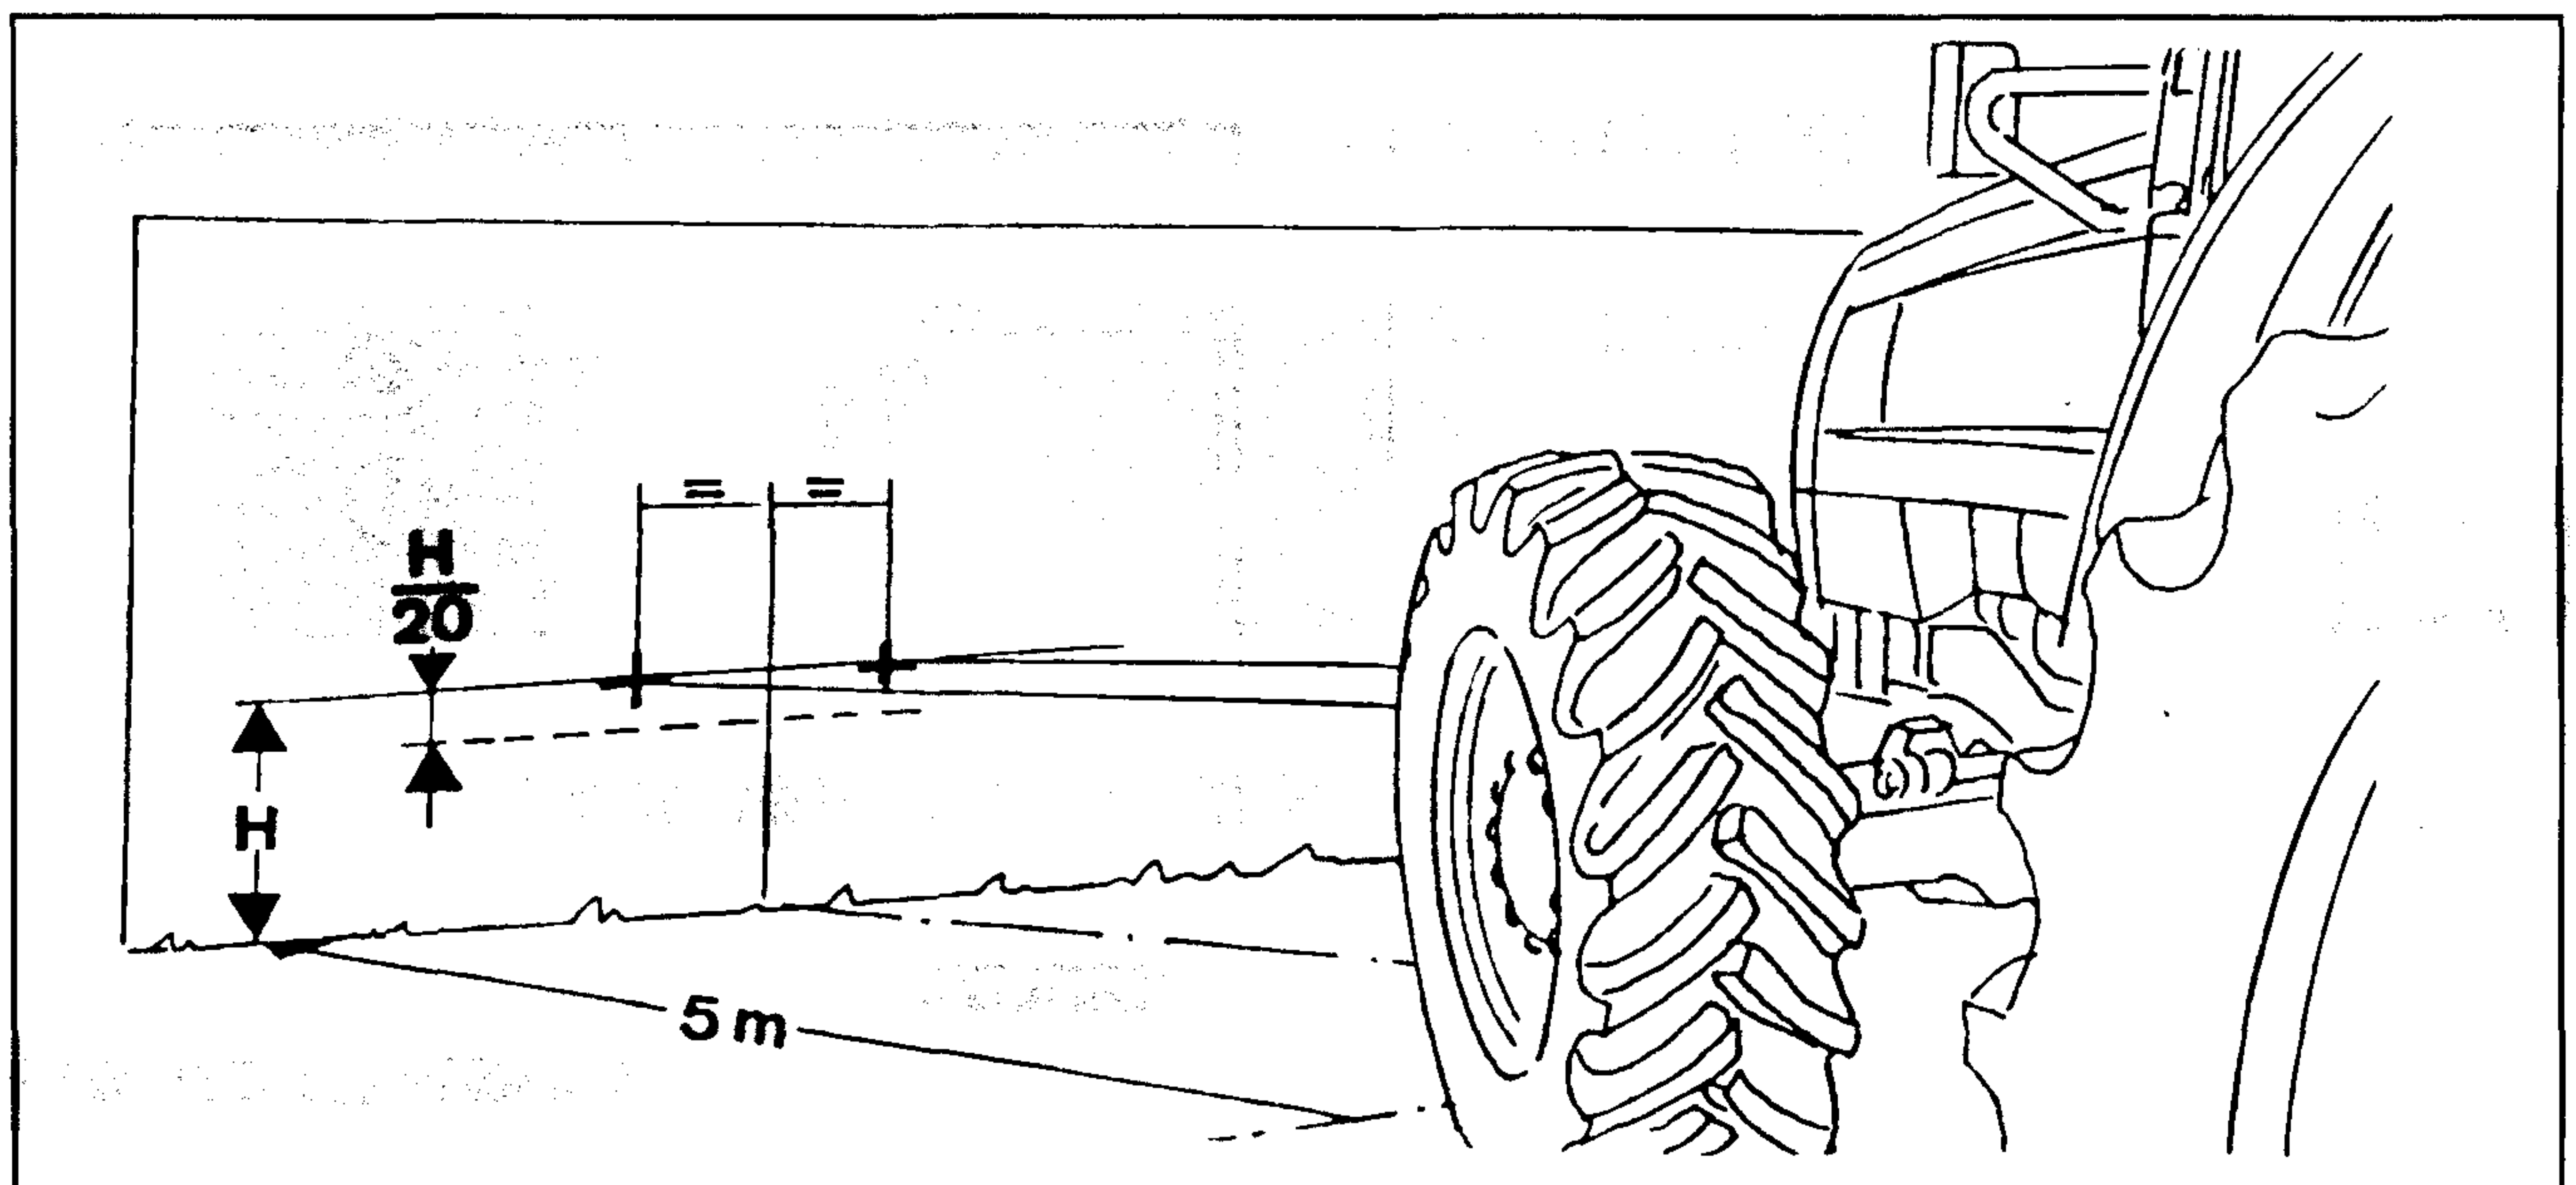

Fig. 5-45
- Poner el tractor sin carga y con los neumáticos inflados según la presión indicada, sobre una superficie plana delante de una pared, en lo posible blanca, a la sombra; trazar dos cruces sobre la pared a nivel del centro de los faros (Fig. 5-45).